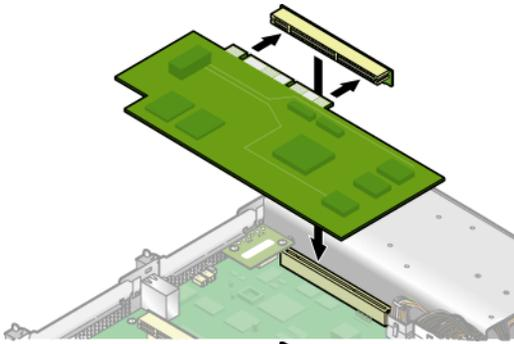

FIGURE 3-6 Carte PCI et riser
5. Installez la carte PCI dans l'ensemble riser (voir FIGURE 3-6).